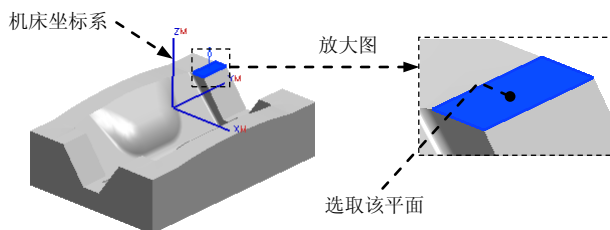
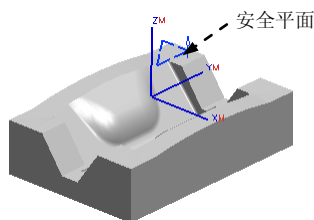

图 10.2.3 创建机床坐标系
图 10.2.4 创建安全平面
Step3. 单击“CSYS”对话框的 **确定** 按钮，此时系统返回至“Mill Orient”对话框，完成图 10.2.3 所示机床坐标系的创建。
Step2. 选取图 10.2.3 所示的平面,在**偏置**文本框中输入值 10.0,单击**确定**按钮,系统返回到“Mill Orient”对话框,完成图 10.2.4 所示安全平面的创建。